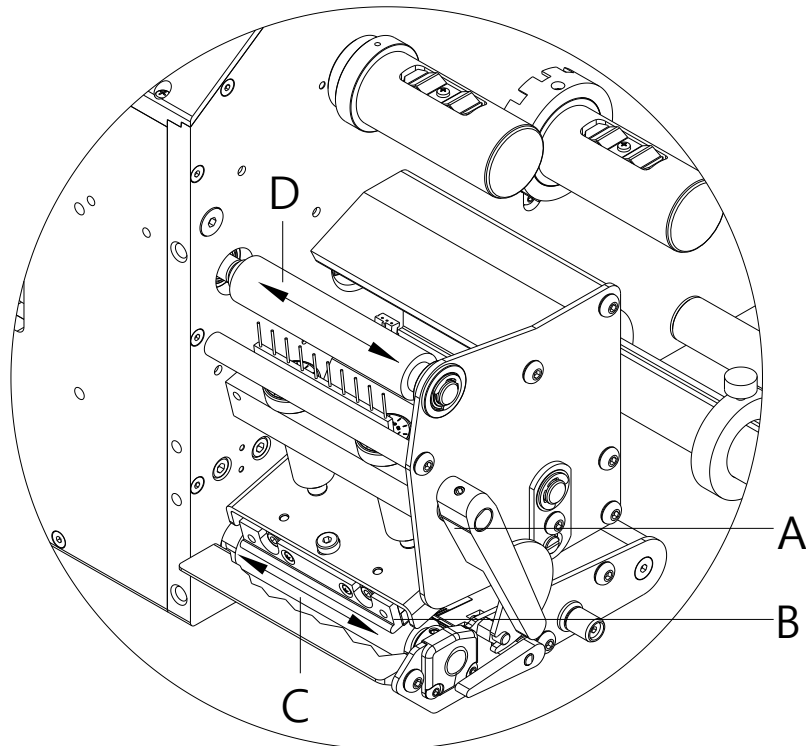

Abbildung 22
1. Andruckhebel (A, in Abbildung 22) gegen den Uhrzeigersinn drehen, um den Druckkopf zu entriegeln.
6. Andruckhebel (A, in Abbildung 22), bis er einrastet im Uhrzeigersinn drehen, um den Druckkopf anzuklappen.
3. Lichtschanke (A) mit Druckgas-Spray ausblasen. Die Anweisungen auf der Dose beachten!
4. Etiketten-Lichtschanke (A) kann zusätzlich mit einer Reinigungskarte (B) die zuvor mit reinem Alkohol befeuchtet wurde, gereinigt werden. Die Reinigungskarte ist hin und her zu schieben (siehe Abbildung).